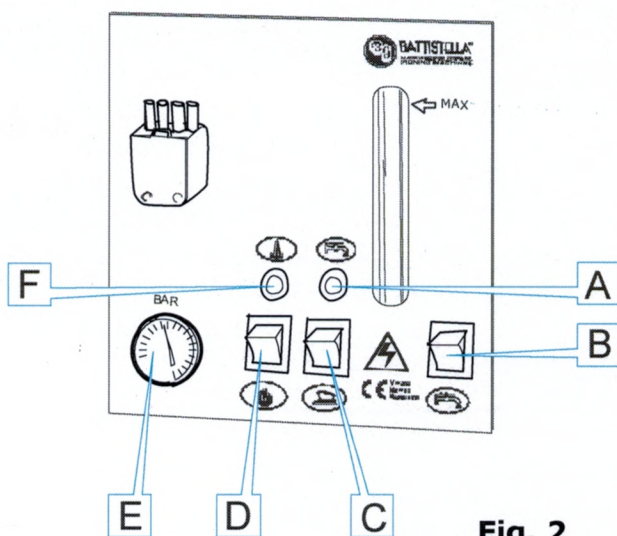
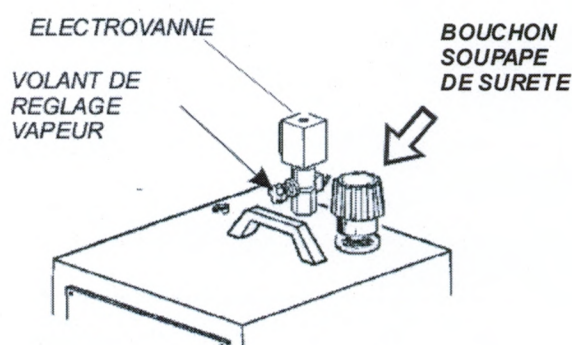
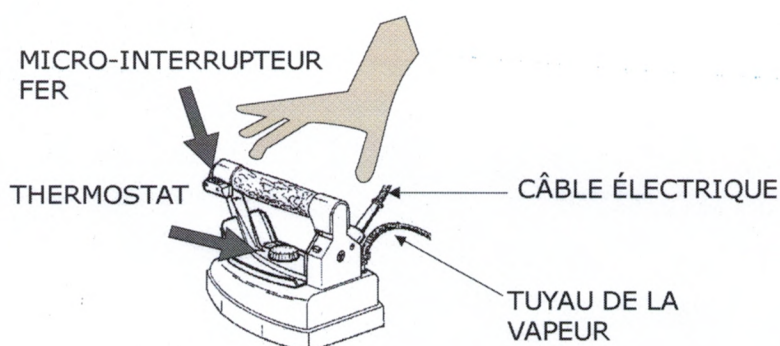

Fig. 2
Fig. 4
Fig. 5
3. Fixez le ressort sur le crochet de l'antenne, reliez la fiche du fer dans la prise (Fig. 2 F), prenez le repose-fer et posez-le sur la table où sera effectué le repassage (Fig. 1) ; posez le fer à repasser sur le repose-fer (fig. 1).
4. Allumez l'interrupteur de la chaudière (fig. 2 D), l'interrupteur du fer (fig. 2 C) et mettez le thermostat du fer (fig. 4) sur la position « coton ».
5. Attendez que le voyant de la chaudière s'éteigne (fig. 2 F) ; le manomètre doit indiquer environ 2,8 bars (fig. 2 E). à ce niveau, soulevez le fer à repasser par le manche en liège et appuyez sur le micro-interrupteur du fer (fig. 5) 4/5 fois, en faisant sortir de la vapeur. Il faudra de plus vous assurer que la vapeur soit bien saturée (en appuyant sur le micro-interrupteur avec le fer à repasser orienté vers le sol). Il est de plus possible de régler la quantité de vapeur désirée, en tournant le volant de réglage de la vapeur situé sur l'électrovanne. Une fois l'opération effectuée, le fer à repasser est prêt à être utilisé. Pendant le repassage, le voyant de la chaudière s'allume et s'éteint de manière continu, signe du fonctionnement normal (fig. 2 F).
4. Purgez la chaudière, en faisant attention à ce que la pression de la chaudière ne dépasse pas 0,5 bar (fig. 2 E) et en faisant attention d'ouvrir lentement le robinet
1. Passez le fer à repasser sur les vêtements à repasser, en appuyant à intervalles réguliers sur le micro-interrupteur du fer pour faire sortir la vapeur. Pour effectuer un bon repassage, nous vous conseillons de placer le thermostat du fer (fig. 5) vers la zone finale de « coton ».
4. Pour le repassage à sec, il faut régler le thermostat (fig. 5) sur les différentes positions, en fonction du type de tissu que vous souhaitez repasser (faire donc référence aux indications présentes sur chaque vêtement). Pour le repassage à la vapeur, il faut régler le thermostat sur la position « coton » ou « lin ».
5. Lorsque l'appareil BARBARA 31 mod.2010 est utilisé en combinaison avec une table à repasser non aspirante, des taches d'eau arrondie peuvent apparaître sur la table ; pour éviter en partie ce problème, il est possible d'ajouter un feutre de support sous le rembourrage normal et de régler l'afflux de vapeur au minimum, grâce au bouton de réglage de la vapeur (fig. 4).
L'eau est terminée lorsque, pendant le repassage, le voyant « sans eau » s'allume (fig. 2 A). À ce niveau :
1. Allumez l'interrupteur de recharge en eau (fig. 2 B), chargez la quantité d'eau désirée tout en faisant attention à ne pas dépasser la marque MAX. Lorsque l'eau a atteint le niveau désiré, éteignez l'interrupteur.
2. attendez jusqu'à ce que le voyant de la chaudière se soit éteint (fig. 2 F). Le fer est alors de nouveau prêt pour repasser.
3. ouvrez le bouchon à valve (fig. 4) et rechargez en eau la chaudière jusqu'au niveau désiré mais sans dépasser la marque « MAX »
Dévissez et retirez le bouchon à valve (fig. 4). Ouvrez précautionneusement le bouchon à valve. Une fois toute l'eau purgée, souvenez-vous de fermer le robinet de purge. Il se peut que le robinet de purge se bouche ; dans ce cas, prenez un fil de fer d'un diamètre de 3-4 mm ou équivalent et introduisez-le dans le conduit pour le déboucher.
3. de remplacer le tuyau de vapeur et le fil du fer à repasser à chaque qu'il est endommagé (fig. 5).